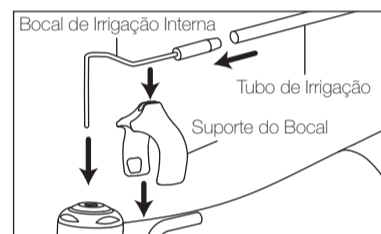

Fig. 3
- Unicamente para broca com sistema de irrigação interna (Fig. 3).